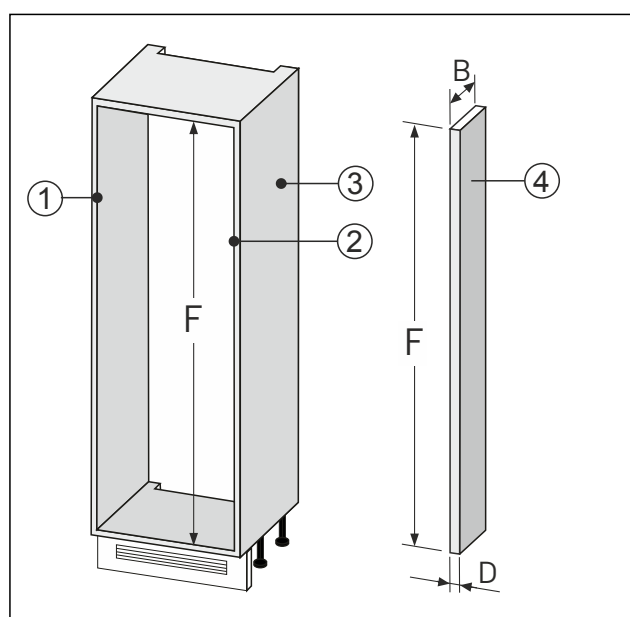

Fig. 92
► Zhotovte stěnové vyrovnání Fig. 92 (4) podle výše uvedených rozměrů.